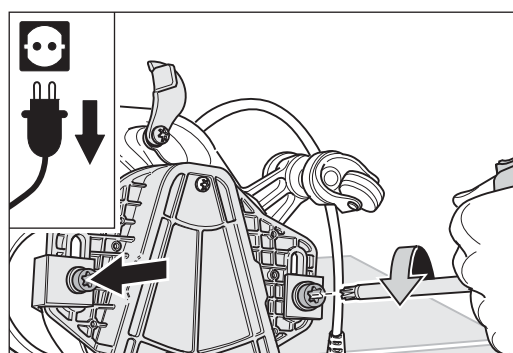

Abb. 34 Die beiden Schrauben, mit denen der Vorsatz befestigt ist, zusammen mit den Scheiben und den Führungswinkeln entfernen.
- 6 Entfernen Sie mit dem Universalschlüssel die beiden Schrauben, die den Vorsatz befestigen, zusammen mit den Scheiben und den Führungswinkeln (Abb. 34). Legen Sie die Teile zur Seite.